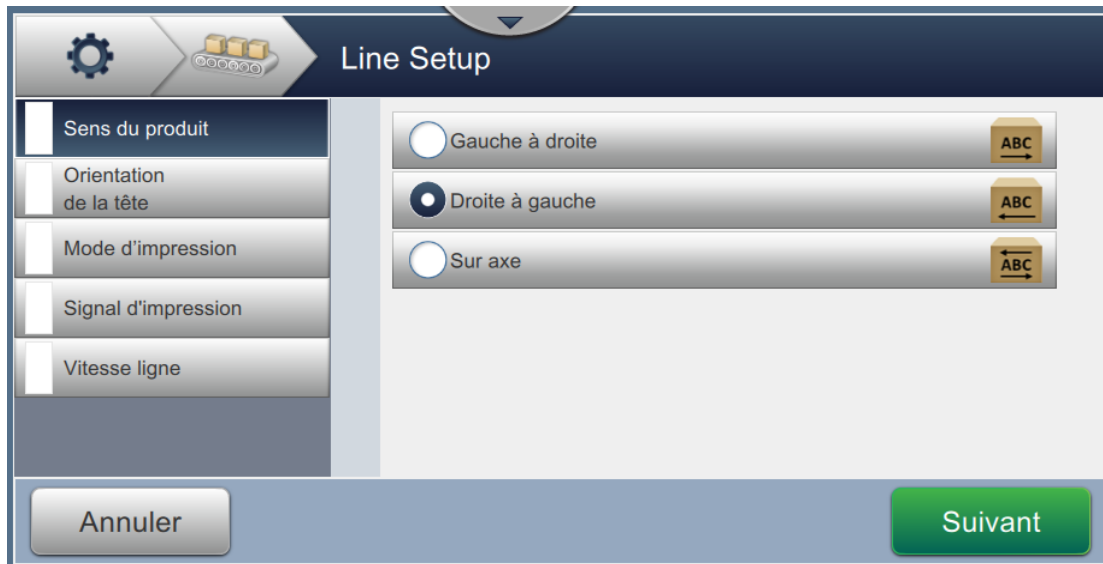

Figure 6-28 : Paramètres de configuration de ligne
4. Pour configurer la configuration de ligne, suivez les étapes pour parcourir chaque paramètre et sélectionnez l'option souhaitée comme illustré dans la Figure 6-28.
1. Appuyez sur l'option *Sens du produit* dans l'écran des paramètres de configuration de ligne comme illustré dans la Figure 6-28.